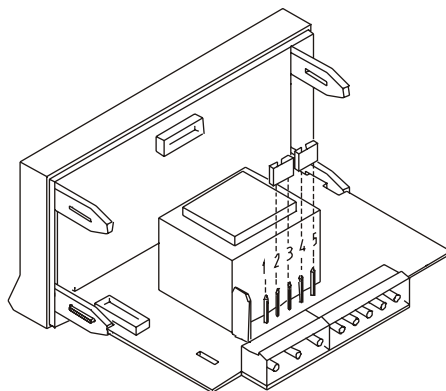

Fig. 9.2. Sélecteur d'alimentation par 230 V ou 48 V AC
**115/230 V AC** : Les instruments avec alimentation 115/230 V AC sont livrés avec un couplage pour utilisation à 230 V (voir la figure 9.2). Pour changer à 115 V, placer les ponts sur le sélecteur d'alimentation selon la table 1 et la figure 9.3, puis modifier l'indication de l'étiquette.
**24/48 V AC** : Les instruments avec alimentation 24/48 V AC sont livrés avec un couplage pour utilisation à 24 V (voir figure 9.3). Pour changer à 48 V, placer les ponts sur le sélecteur d'alimentation selon la table 1 et la figure 9.2, puis modifier l'indication de l'étiquette.